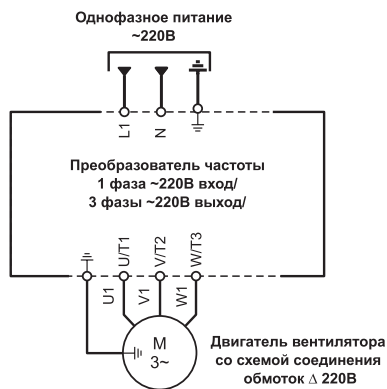

Рисунок 4
11.3 Допускается вентиляторы с двигателями на номинальное напряжение  $\Delta/Y$  220/380 В подключать к однофазной сети переменным напряжением 220В только через однофазный преобразователь частоты с выходом три фазы по 220В переменного тока, предварительно переключив схему соединения обмоток двигателя в треугольник  $\Delta$  220 В (см. рисунок 4), в противном случае двигатель может выйти из строя.